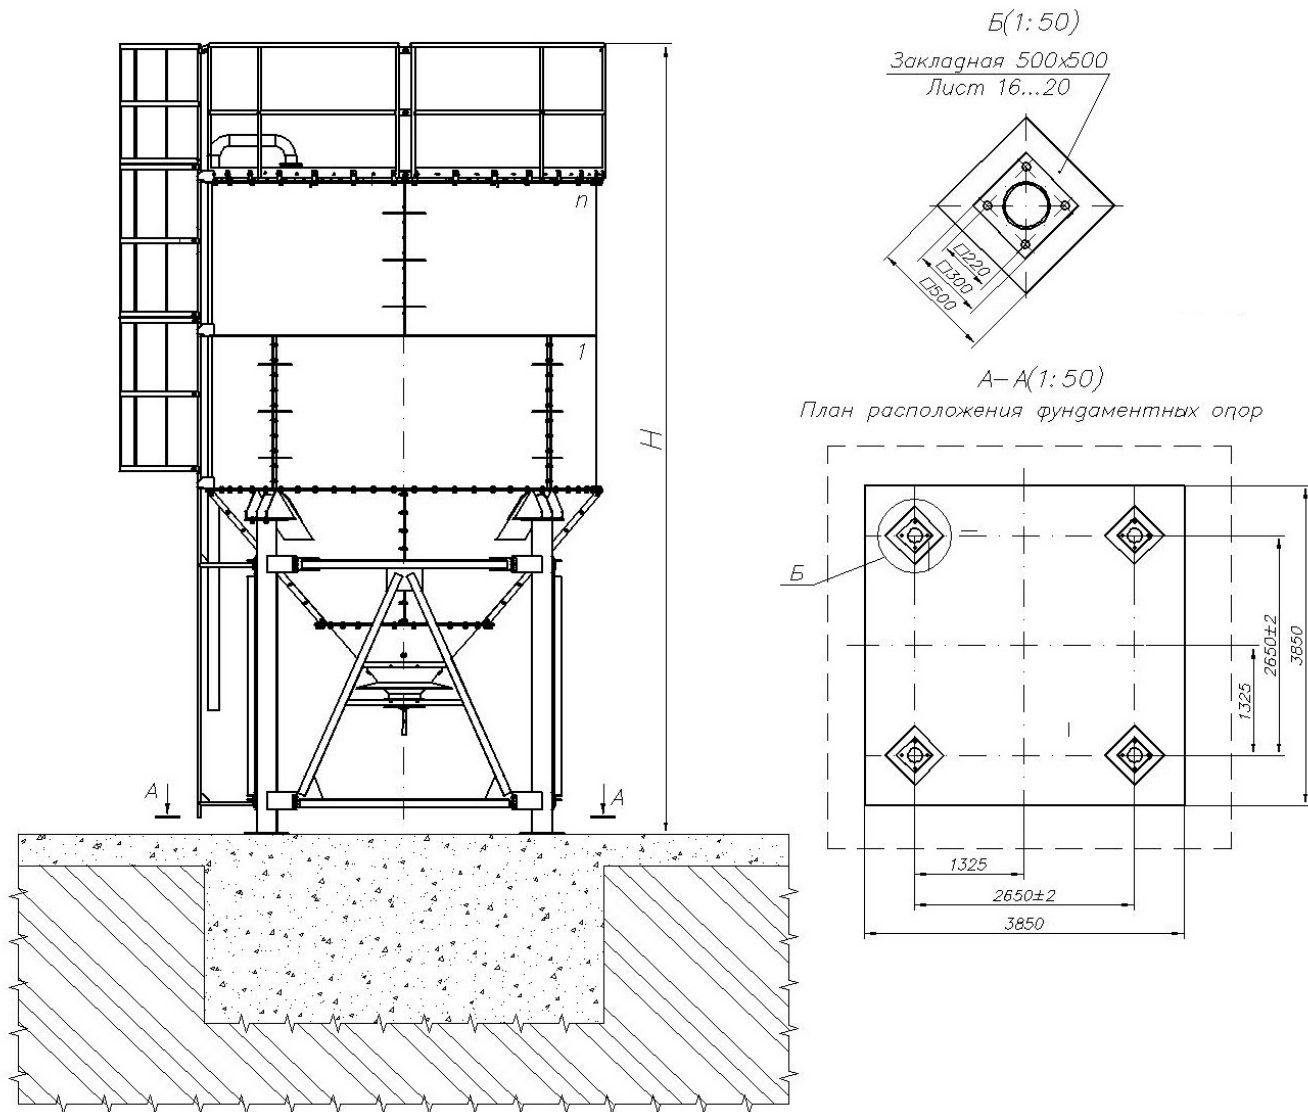

Рис.5. План фундамента
- 4.1 Силос цемента монтируется на бетонном фундаменте. Размеры и координаты фундамента и закладных элементов выполнить в соответствии с планом фундамента (рис.5).